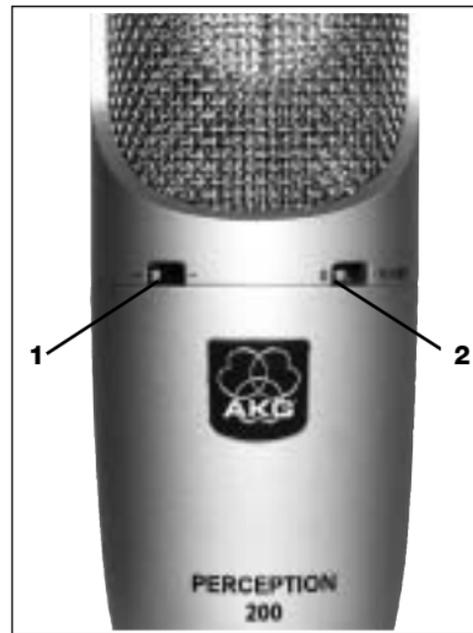

Fig. 1: Interrupteurs de coupe-bas et de pré-atténuateur sur la face avant du **PERCEPTION 200**.
- **Filtre coupe-bas** : Le sélecteur 1 sur la face avant du micro (voir fig. 1) réduit encore les distorsions dans l'extrême grave causées par les bruits de pied ou de vent, etc. Ce filtre minimise par ailleurs l'effet de proximité apparaissant dans tout micro unidirectionnel en cas de prise à moins de 10 cm de distance. Le filtre apporte une atténuation de 12 dB/octave à 300 Hz et au-dessous.
- **Pré-atténuateur de sensibilité commutable** : Le commutateur de pré-atténuation (2) sur la face avant du microphone (voir fig. 1, page 16) permet d'augmenter la marge avant saturation de 10 dB pour un enregistrement de proximité exempt de distorsions. Le pré-atténuateur de sensibilité permet d'éviter que le niveau de sortie du microphone n'occasionne, en particulier à basses fréquences, une surcharge des transformateurs miniatures fréquemment utilisés sur les étages d'entrée des tables de mixage, etc.